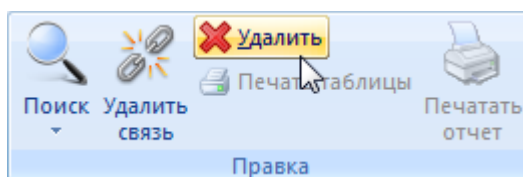

Рис. 13-252 – Кнопка «Удалить» панели «Правка»
- 3) Нажать кнопку «Удалить» панели «Правка» (рис. 13-252).